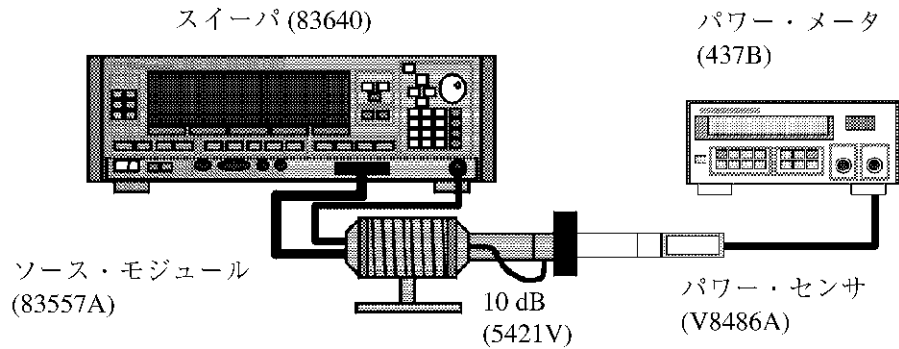

図 6-8 ソース・モジュール校正の準備
2. 図 6-8 に示したモデルを接続します。
10. 図 6-8 に示したモデルを接続します。